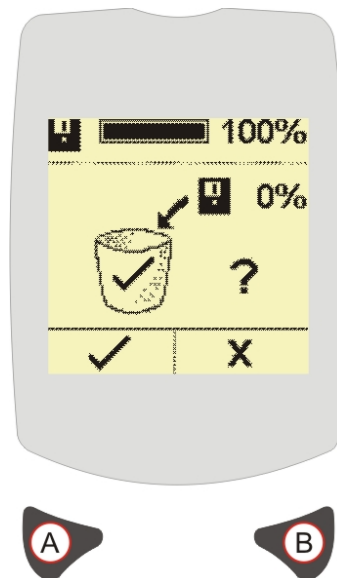

Figura 11 Tela de Limpeza de Memória
Pressionar inicialmente o botão Direito (B) se desejar apagar os dados da memória. A seguir, pressionar o botão Esquerdo (A) para confirmar o apagamento, como mostrado na Figura 11 abaixo. Após apagar os dados da memória, a tela mostrará 0% e retornará à tela de Hora e Data automaticamente.